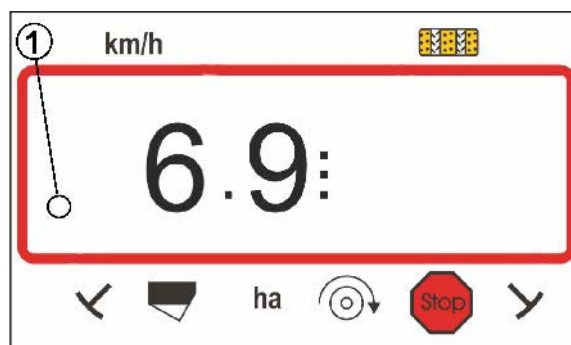

Fig. 69
1. Innestare il controsupporto (Fig. 69/1) nella console e fissarlo con la vite ad alette (Fig. 69/2).